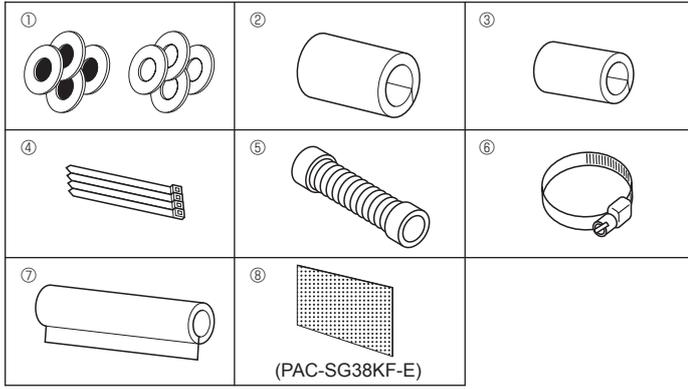

Fig. 3-1
**3.1. İç ünitenin aksesuarlarını kontrol edin (Fig. 3-1)**